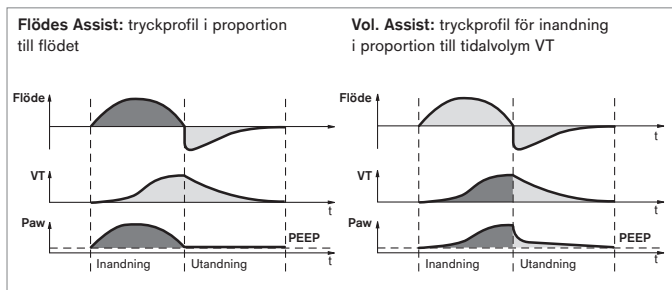

Bild 1 Regler för Flödes- och VolymAssist
För SPN-PPS bör tryckunderstödet helst vara i proportion till patientens inandningsansträngning. Om patientens andning är ytlig tillhandahålls bara lite stöd. Mer stöd tillämpas för ett djupt andetag. Den absoluta stödnivån är beroende av parameterinställningarna för både Flödes Assist och VolymAssist, samt patienten. De två olika tryckunderstödstyperna, tryckunderstöd proportionellt till volym (VolymAssist) och tryckunderstöd proportionellt till flöde (Flödes Assist) [Bild 1], kan kombineras. Om korrekt inställt är det endast det sjukdomsrelaterade högre andningsarbetet som anpassas kontinuerligt och kompenseras - det fysiologiska andningsarbetet fortsätter att tillhandahållas av enbart patienten. Flödes Assist hjälper till att övervinna motståndet (R) och tryckunderstödet är proportionellt till flödet. VolymAssist kompenserar det elastiska motstånd (C) som orsakas av minskad elasticitet i lungorna. Tryckunderstödet är proportionellt till tidalvolymen. Förhållandet mellan inandningsansträngning och tryckunderstöd förblir konstant för samma inställningar, medan tryckunderstödet varierar för varje andetag. Om ingen spontan andning detekteras så upphör även det mekaniska stödet. Lämplig övervakning av apné och minutvolym måste därför vara på plats.